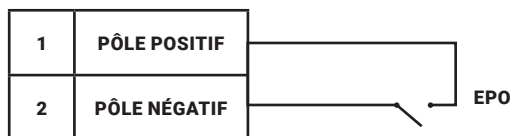

Figure 23 : Connexion EPO
**REMARQUE** Laissez le port EPO installé, même si cette fonction n'est pas nécessaire. Regardez la Figure 19 et 20 pour localiser l'emplacement EPO. La Figure 23 présente le schéma des fils du connecteur EPO.